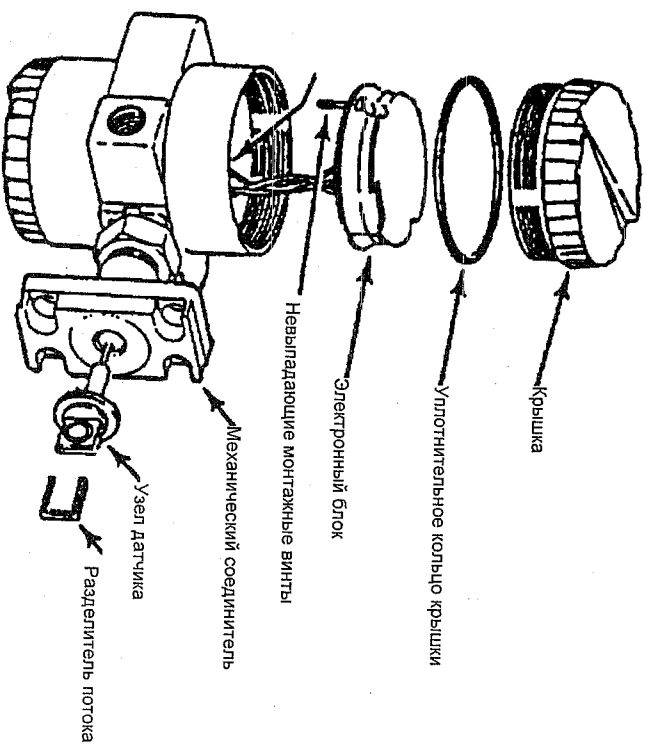

Рис. 30. Корпус электронного блока и механический соединительный узел
5. Снимите датчик с механического соединителя. См. рис. 30.